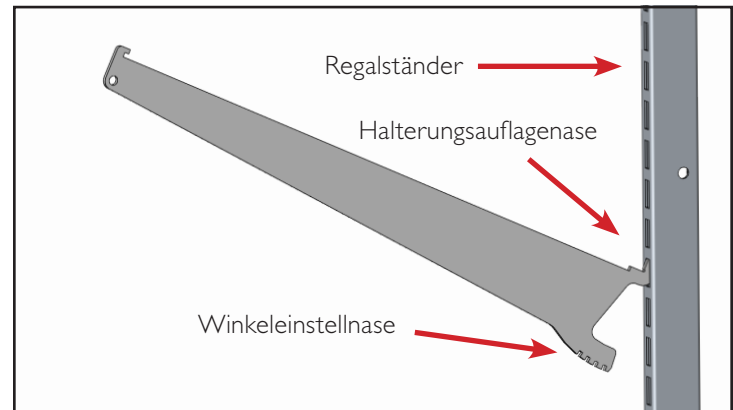

Abb. 3. Regalbretthalterungen einbauen.
- a. Positionieren Sie die Regalhalterung vor dem Regalständer. Heben Sie die Vorderseite der Halterung in einem 45°-Winkel an, damit die Halterungsauflagenase in den Schlitz im Regalständer gleitet. Siehe Abb. 3.